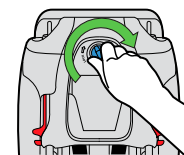

Figure 101
- Insérez le Panneau d'Accès et tournez-le vers la droite pour le verrouiller, tel qu'illustré dans la **Figure 101**.